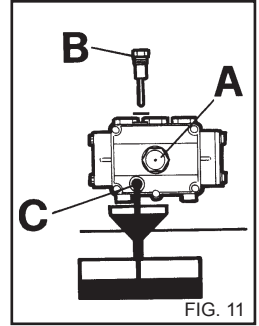

FIG. 11
- 2) Schrauben Sie den Deckel mit dem Ölmessstab ab (fig. 11).